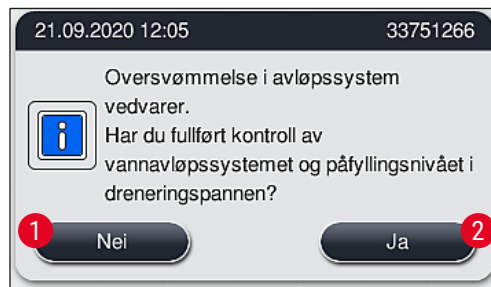

Fig. 124
2. Når det har gått 5 minutter og flere rengjøringsforsøk er gjort uten at blokkeringen er fjernet, vises en melding (→ "Fig. 124") på skjermen om at vannivået fortsatt er for høyt. Hvis brukeren trykker på **Nei** (→ "Fig. 124-1"), forlenges ventetiden i 5 minutter til slik at rengjøringsforsøkene kan fortsette. Hvis de etterfølgende rengjøringsforsøkene i andre runde lykkes, løses situasjonen som beskrevet under punkt 1. Hvis du trenger mer tid for å ordne problemet, trykker du på **Nei** (→ "Fig. 124-1") igjen. Intervallet kan repeteres flere ganger. Hvis blokkeringen ikke kan fjernes til tross for alle forsøk, trykker du på **Ja** (→ "Fig. 124-2") for å starte en kontrollert avbrytningsprosess. Se punkt 3 og 4 nedenfor.